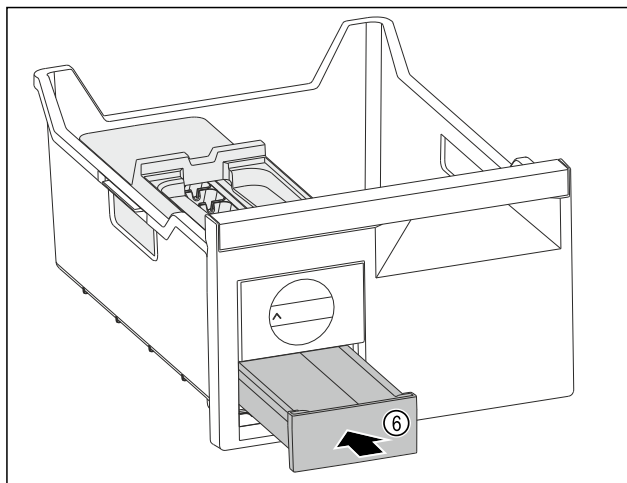

Fig. 126
- ▶ Insérer le compartiment à glaçons Fig. 126 (6).